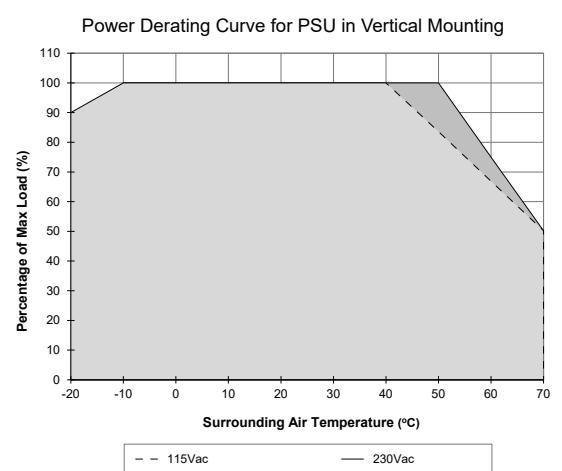

Figure 6
Derating (Leistungsherabsetzung)	Leistungsherabsetzung gemäß Abb. 6 > -10 °C bis +20 °C (1% / °C) > 40 °C (1,67% / °C) @ 115 Vac > 50 °C (2,5 % / °C) @ 230 Vac
Betriebstemperaturbereich (Umgebungstemperatur)	-20 °C bis +70 °C (Leistungsherabsetzung gemäß Abb. 6)
5.4. Temperaturverhalten (Abb. 6)
Sollte die Ausgangsleistung den in Abb. 6 empfohlenen Wert übersteigen, wird das Gerät wegen thermischen Schutzes ausgeschaltet, d.h. die Ausgangsspannung wird in den Latsch-Aus-Modus geführt, bis die Temperatur der Komponenten abkühlt und der Wechselstrom zurückgeführt wird.